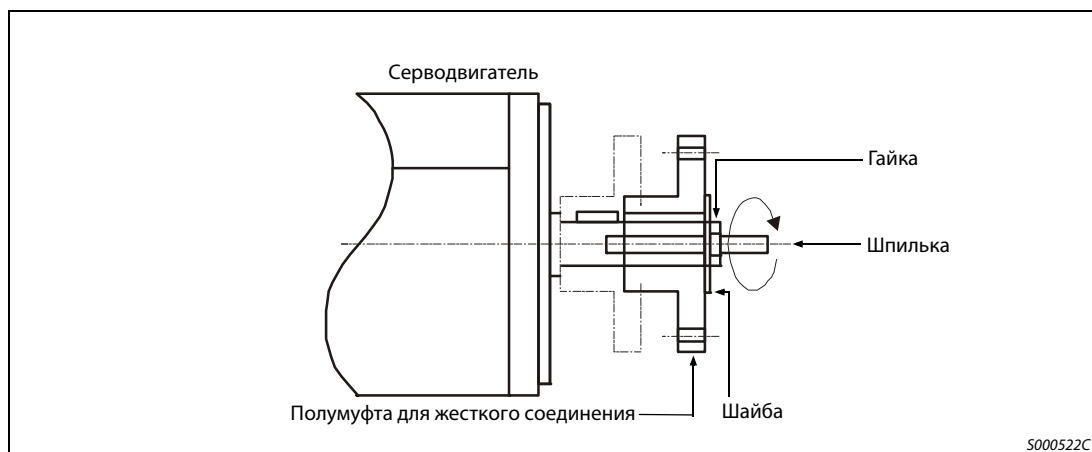

Рис. 2-5: Монтаж шкива
- При монтаже полумуфты для жесткого соединения с помощью шпонки используйте резьбовое отверстие в конце вала двигателя (см. рис. 2-5). Вверните шпильку в вал двигателя и насадите полумуфту. Наложите на шпильку шайбу и наверните гайку. Затягивая гайку, надвиньте полумуфту на вал. Для монтажных работ на валу серводвигателя ни в коем случае не используйте молоток.